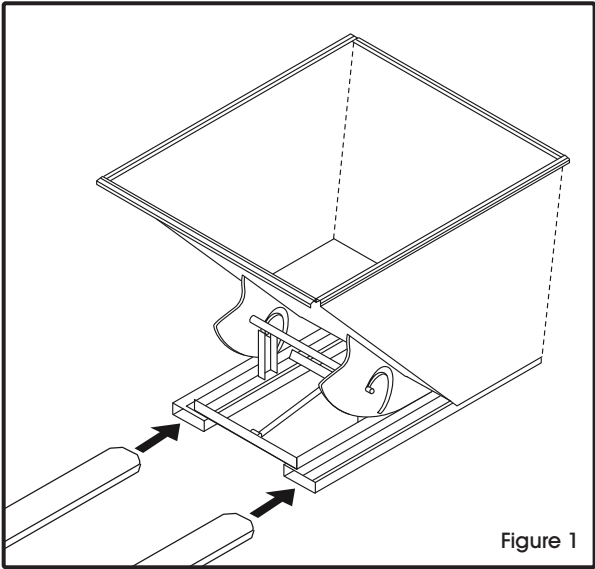

Figure 1
1. Drive lift truck forward until hopper's fork pockets contact vertical legs of lift truck forks. (See Figure 1)
1. Avancez le chariot élévateur jusqu'à ce que les entrées pour fourches de la benne soient en contact avec les montants verticaux des fourches du chariot élévateur. (Voir Figure 1)